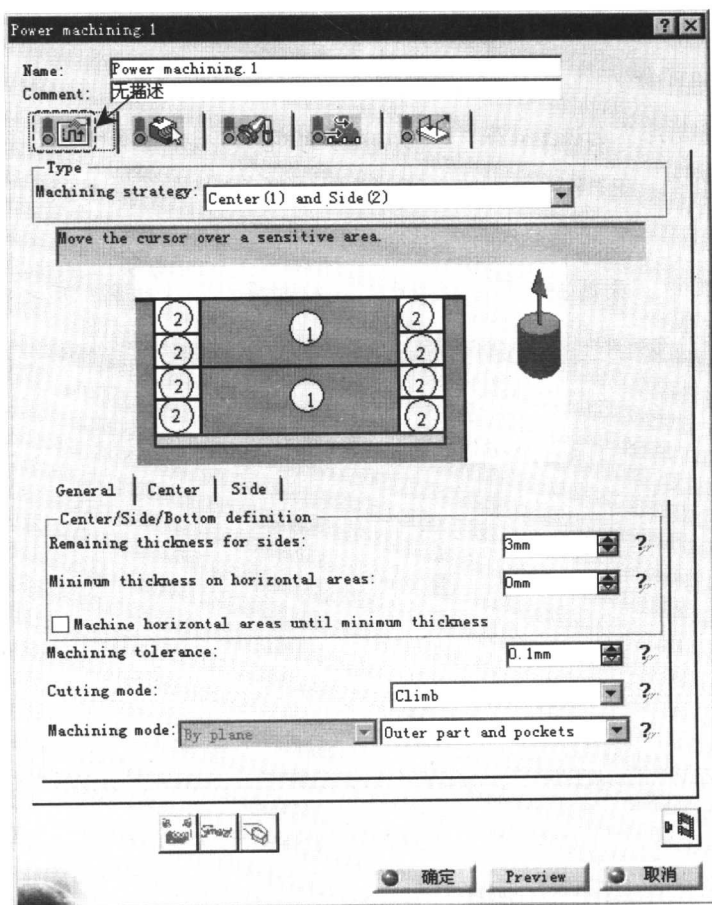

图 1.22 “刀具路径参数”选项卡
(1) 进入“刀具路径参数”选项卡。在“Power machining.1”对话框中单击“刀具路径参数”选项卡 。
(2) 定义切削类型。在“Power machining.1”对话框（一）的 **Machining strategy:** 下拉列表中选择 **Center (1) and Side (2)**。
(3) 定义一般参数。单击 **General** 选项卡，设置如图 1.22 所示的参数。
(4) 定义中心参数。单击 **Center** 选项卡，然后在 **Tool path style:** 下拉列表中选择 **Helical** 选项，其余采用系统默认设置。